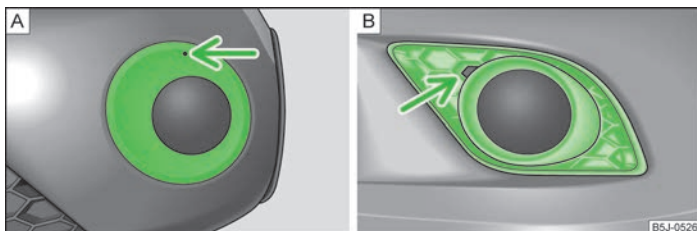

Fig. 151 Bara de protecție față: Fabia Scout/Fabia RS
- În orificiul de deasupra proiecteurului de ceață » fig. 151 - **A** (Fabia Scout), introduceți etrierul din sârmă » pagina 159, *Trusa de scule* și extrageți capacul.
- Introduceți un deget în orificiul de lângă proiectorul de ceață » fig. 151 - **B** (Fabia RS) și extrageți capacul.